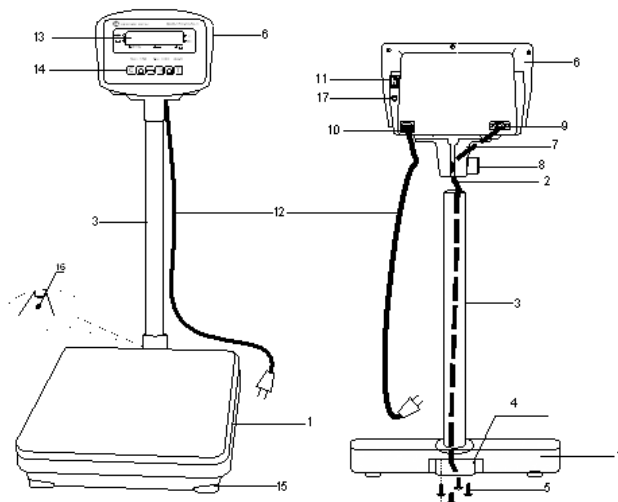

Рисунок 1. Схема весов ВСП-5КС, ВСП-8КС
3.2.3.1 Автономное питание весов от встроенного аккумулятора включается тумблером на задней стенке корпуса индикатора (рис. 1 поз.11).